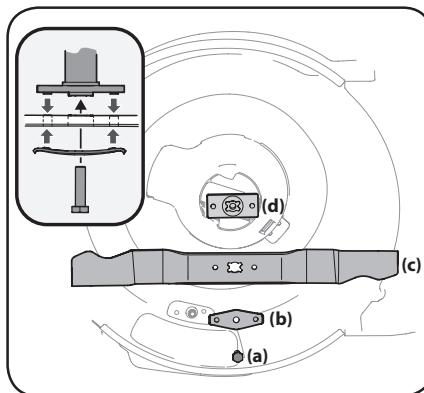

Figura 4-6
- Retire el perno (a) y el soporte de la cuchilla (b) que sostienen la cuchilla y el adaptador al cigüeñal del motor. Vea la Figura 4-6.
- Saque la cuchilla (c) y el adaptador (d) del cigüeñal. Vea la Figura 4-6.
- Lubrique el cigüeñal del motor y la superficie interna del adaptador de la cuchilla con aceite ligero. Deslice el adaptador de la cuchilla (d) sobre el cigüeñal del motor. Instale la cuchilla en el adaptador con el lado marcado "Grass Side" (lado del césped) (o con el número de parte) hacia el piso cuando la cortadora de césped está en posición de funcionamiento. Asegúrese que la cuchilla quede alineada y asentada en las bridas del adaptador. Vea el recuadro. de la Figura 4-6.